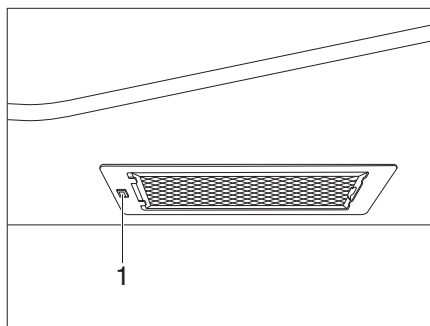

Bild 346 Spisfläkt
- Koppla till och från spisfläkten med brytaren (Bild 346,1).